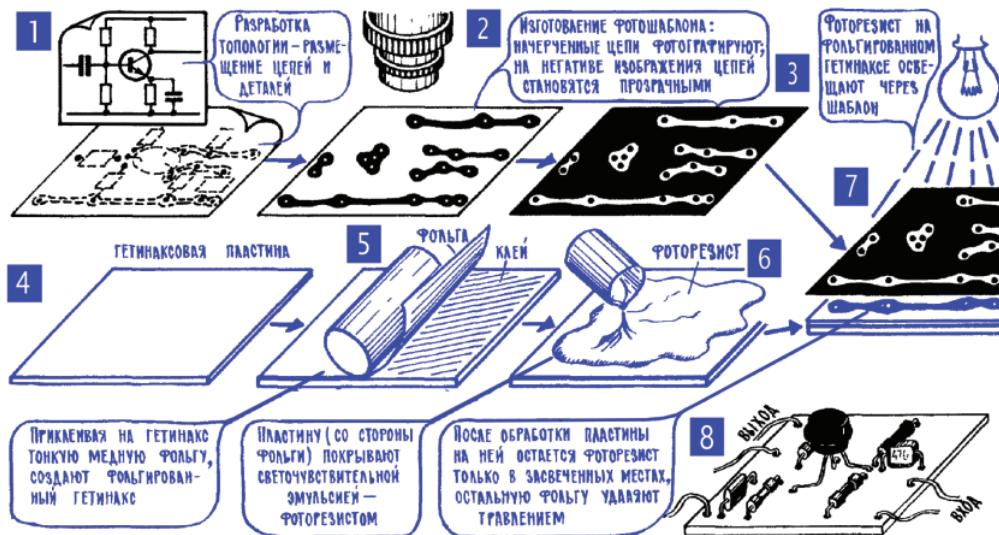

Рис. 18.1. Изготовление печатных плат
**Примечание редактора.** Отмеченный на рис. 18.1 в качестве основы печатных плат гетинакс (прессованная с синтетической смолой бумага) в настоящее время в электронике применяется очень редко, только в самых дешевых изделиях. Его достоинство в сравнении с распространенным стеклотекстолитом (эпоксидный состав с наполнителем из стекловолокна) состоит в том, что отверстия в таком материале можно пробивать, а не сверлить. Сверление стеклотекстолита – тонкая операция, требующая специальных твердосплавных инструментов. Зато стеклотекстолит прочнее на изгиб, чем хрупкий гетинакс, имеет лучшие диэлектрические свойства, а тонкий слой медной фольги на нем держится прочнее.
**2. Интегральные микросхемы – революция в электронике.** Первые интегральные схемы появились в 1958 году, но нельзя, конечно, считать, что микросхемы были созданы в один день – технология подошла к ним через многие другие свои достижения. В частности, через печатный монтаж – изготовление соединительных проводов методом фотолитографии (рис. 18.1). Через методы вакуумного напыления различных покрытий, например веществ с высоким удельным сопротивлением для создания резисторов (гл. 4; 5). И конечно же, самое важное достижение, приблизившее электронику к интегральным схемам, – это создание в 1948 году транзисторов. Во-первых, появились действительно микроскопические усиительные приборы: сам транзистор, без корпуса, – это кристаллик размером с песчинку; электронную лампу таких размеров невозможно себе представить. Но транзистор-песчинка – это далеко не предел, современные технологии позволяют делать транзисторы в тысячи раз меньших размеров. Более того – ученые и технологии научились создавать в полупроводниковом кристалле и другие элементы очень малых размеров. Так, например, *p-n*-переход, если подать на него обратное постоянное напряжение (свободные заряды оттянуты от границы, между зонами *p* и *n* появился слой без свободных зарядов; гл. 9; 10), выполняет роль конденсатора. А вводя в полупроводник донорные или акцепторные примеси и дозируя их опре-
чатная форма создается на поверхности камня. Фотолитография (от греческого «фотос» – «свет») основана на использовании светочувствительного материала – фоторезиста (рис. 18.1; 6, 7). Им покрывают кремниевую пластину, на которой будет создаваться микросхема, и освещают эту пластину через фотошаблон, через узор на фотопленке6, состоящий из прозрачных и черных участков. На фоторезисте в освещенных его участках появляется скрытое изображение, примерно такое же, как на фотопленке или фотобумаге. А затем следует процесс, напоминающий проявление: экспонированную (освещенную) пластинку кремния погружают в раствор, который удаляет фоторезист с освещенных участков, – в слое фоторезиста, в тех его местах, куда фотошаблон пропускал свет, образуются окна, открываеться доступ к кремнию. Теперь в эти окна можно ввести примеси и начать формирование транзисторов и других элементов микросхемы. Введение примеси чаще всего осуществляют за счет диффузии – кремниевую пластину помещают в вакуумную камеру, создают в этой камере пары нужной примеси, и эти пары на некоторую небольшую глубину проникают в пластину, но, разумеется, только в те ее участки, где в фоторезисте открыты окна. Несколько раз повторяя этот процесс с разными фотошаблонами и разными примесями, формируют в кремниевой пластине участки с разными физическими свойствами, и именно таким образом появляются все элементы микросхемы.